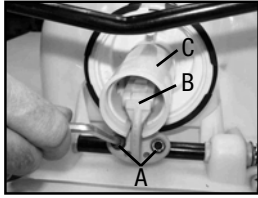

Figura 1
1) Retire el pasador de sujeción y la manija de la bomba. Acueste la unidad sobre su parte posterior con la bomba viendo hacia usted (Figura 1). Afloje la abrazadera de la manguera y quite la manguera pulverizadora. Precaución: podría haber residuos líquidos en la manguera y el cilindro de presión. Retire la tuerca y tornillo de la tapa protectora y retire la tapa (referencia: figura 9). Gire el eje de la bomba para alcanzar los dos tornillos (A). Con una llave Allen, retire los tornillos. Jale el ensamblaje del pistón (B) y sáquelo del cilindro de pistón (C).